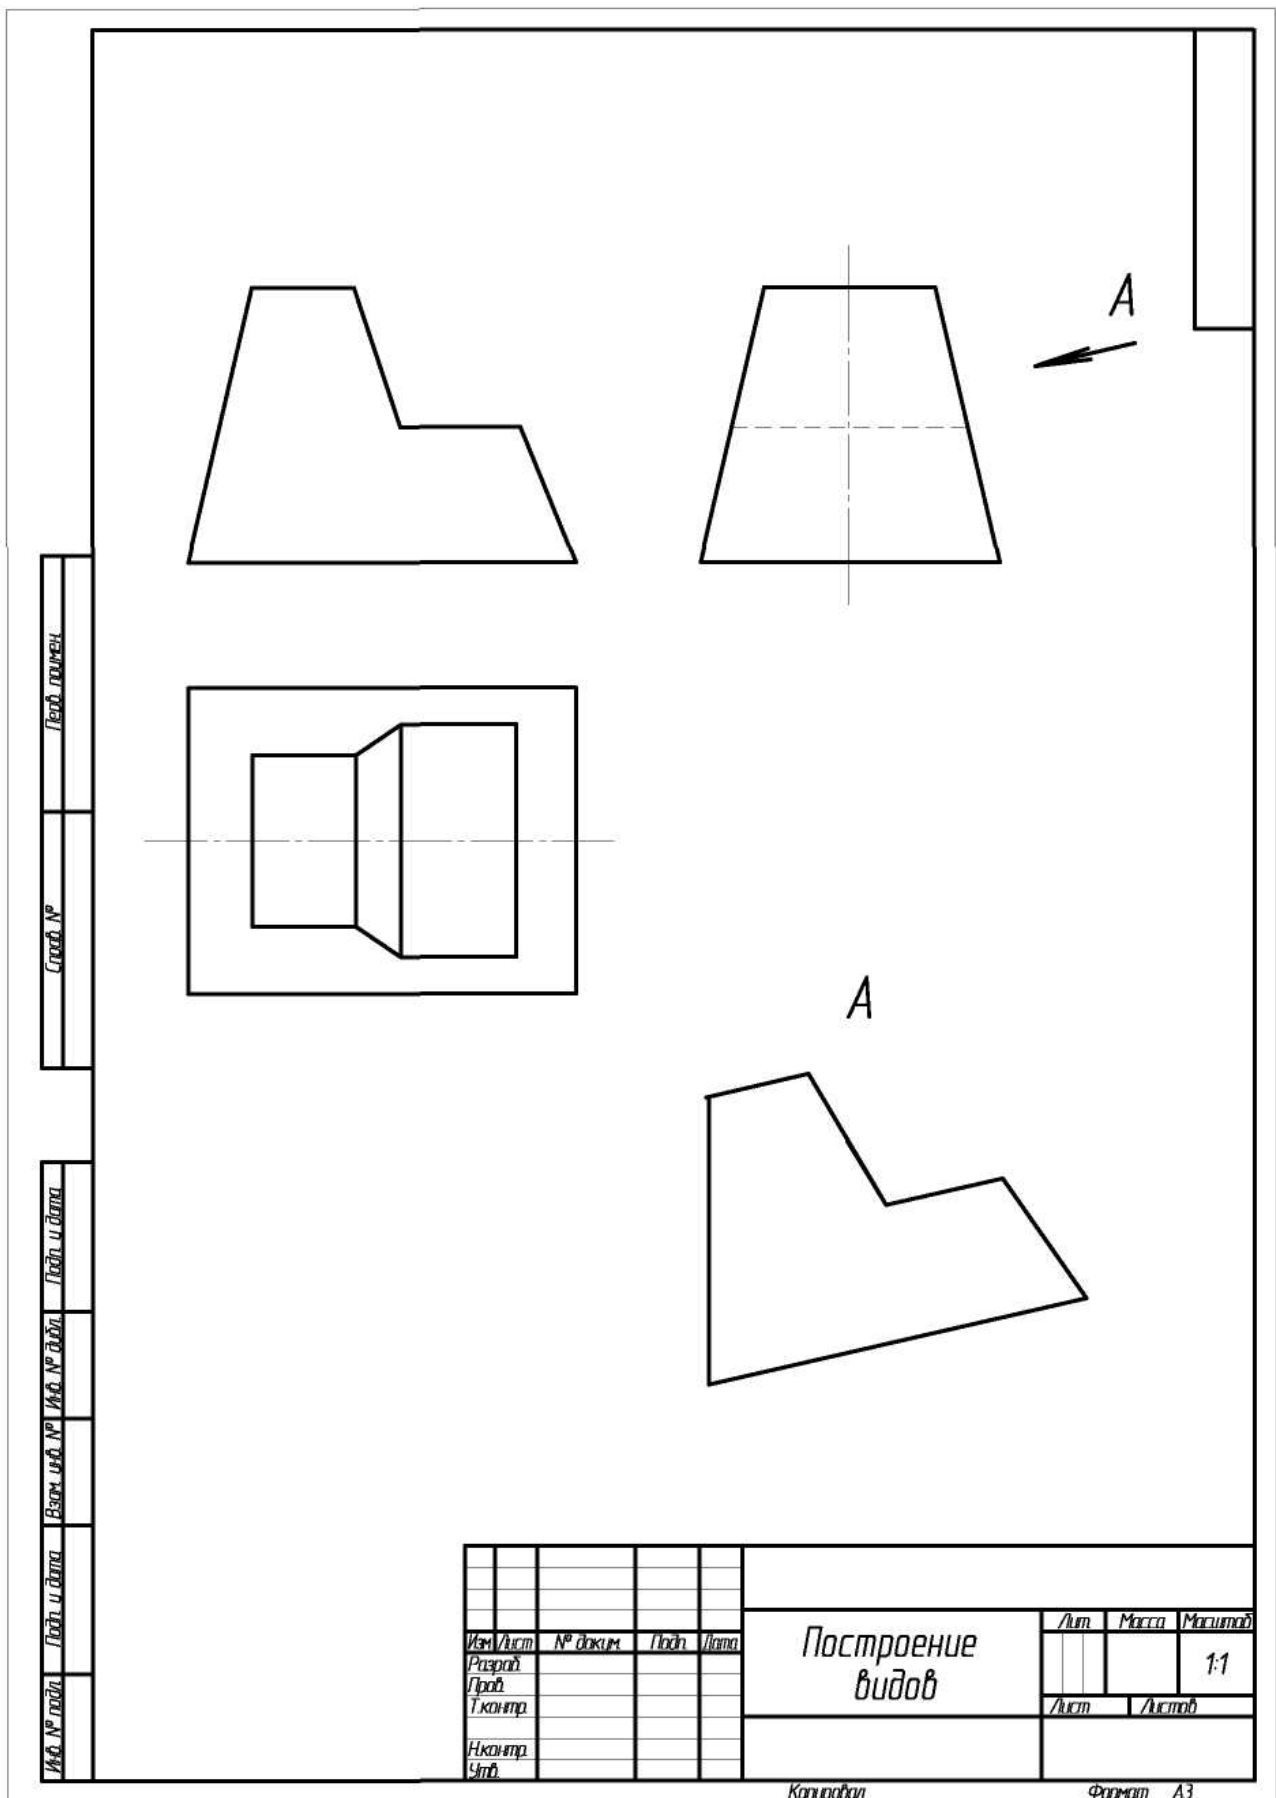

Рис. 1.28. - Пример выполнения задания «Построение видов»
- Окончательный результат выполнения лабораторной работы представлен на рис. 1.28.